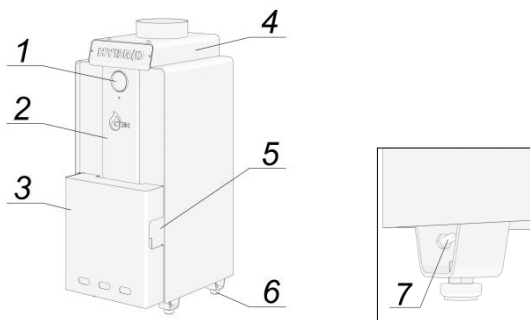

Рис. 1. Внешний вид газовых котлов СТЭН HYBRID.
5.3. В верхней части котла находится дымосборник (поз.4, рис.1) с газоотводящим патрубком для удаления продуктов сгорания из топки.
5.15. Место крепления заземления находится на задней ножке котла (поз.7, рис.1).